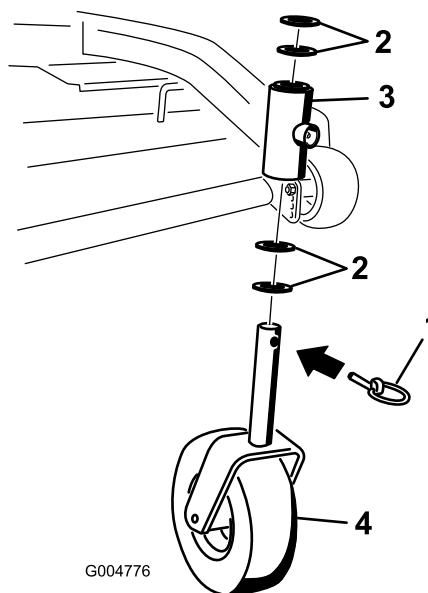

Рисунок 37
2. Снимите стопорный штифт и проставку (проставки) из верхней части вилки поворотного колеса (Рисунок 37).
6. Осмотрите вилки поворотных колес на наличие износа и при необходимости замените (Рисунок 37).
**Примечание:** Заново установите проставку (проставки) на вилку и закрепите стопорным кольцом (Рисунок 37).